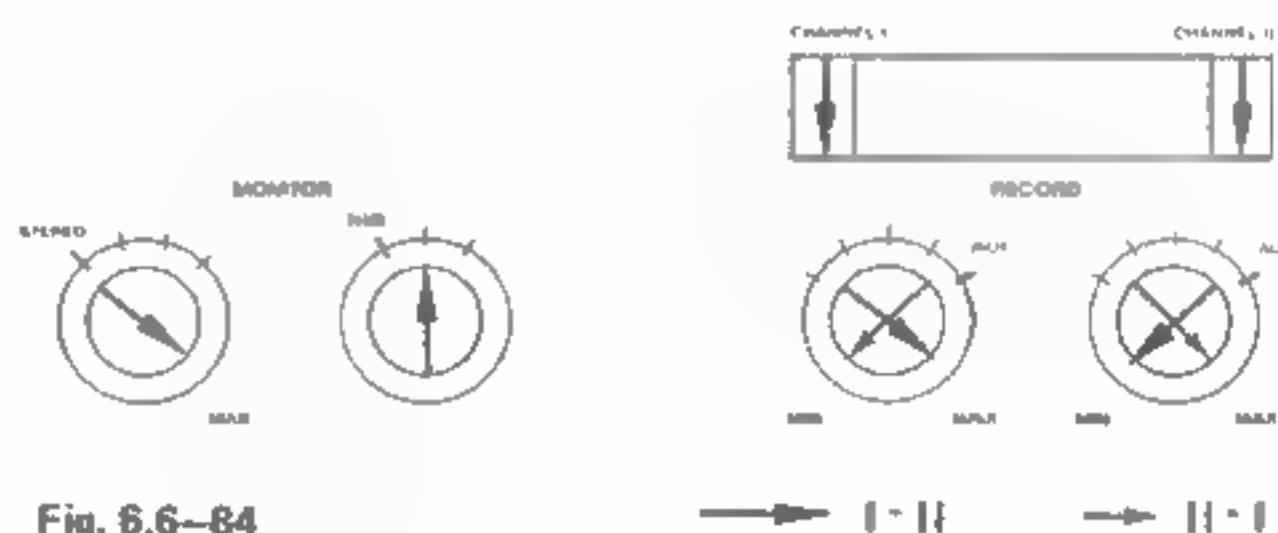

Fig. 6.6—84
- Set controls per fig. 6.6 —84.